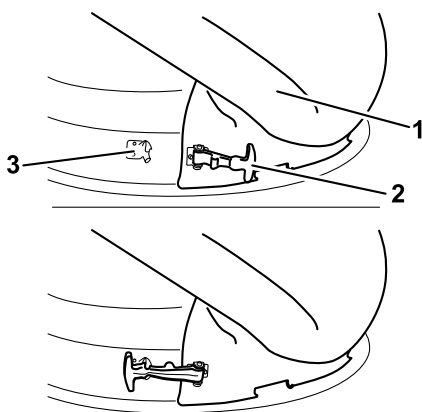

Figura 16
- Fissate la guida di scarico sul piatto di taglio da 50 poll. Agganciate il fermo flessibile della guida di scarico al fermaglio saldato sul piatto di taglio, sul retro dell'apertura (Figura 16).